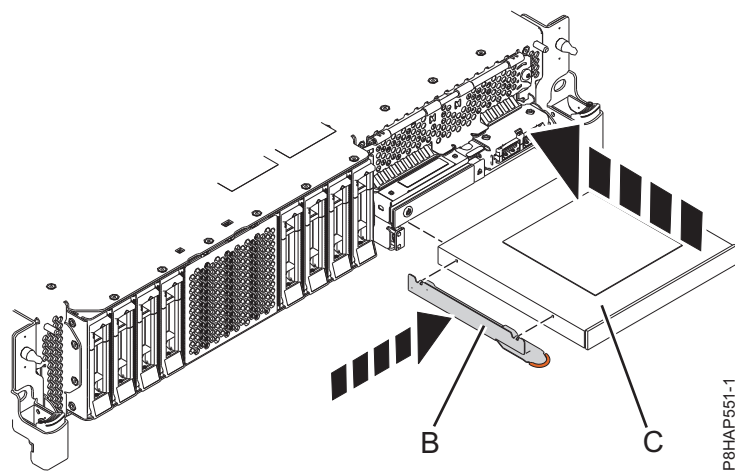
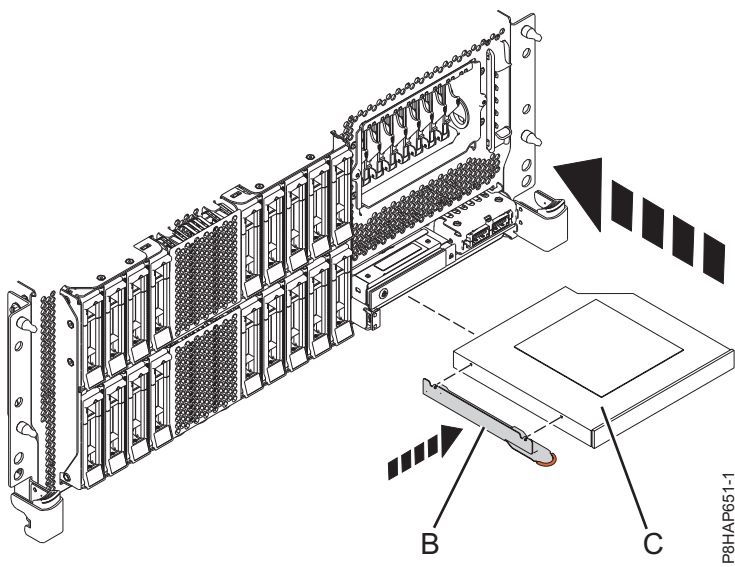
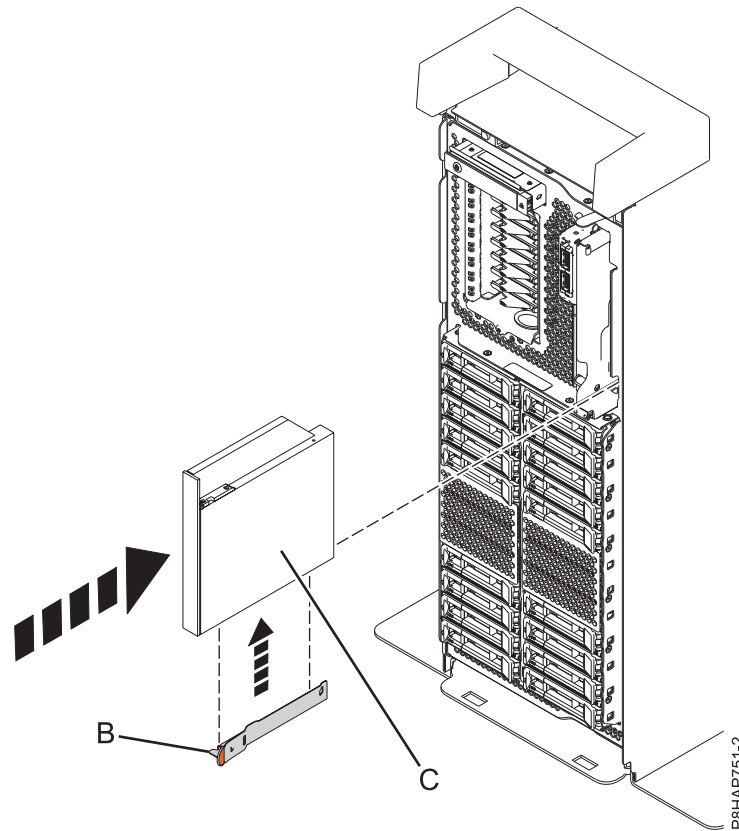

Figura 34. Sustitución de un dispositivo de soporte extraplano en un sistema 8284-21A o 8284-22A
Figura 35. Sustitución de un dispositivo de soporte extraplano en un sistema 8286-41A o 8286-42A montado en bastidor
Figura 36. Sustitución de un dispositivo de soporte extraplano en un sistema autónomo
5. Recupere la abrazadera de retención (B) que ha extraído del dispositivo de soporte extraplano anómalo.
6. Conecte la abrazadera de retención (B) al nuevo dispositivo de soporte extraplano, como se muestra en la Figura 34 en la página 44 para un sistema 8284-21A o 8284-22A; la Figura 35 en la página 44 para un sistema 8286-41A o 8286-42A montado en bastidor; o la Figura 36 en la página 45 para un sistema 8286-41A autónomo.
7. Alinee el dispositivo de soporte extraplano (C) con la bahía de soporte y aguante la parte inferior del dispositivo mientras lo desliza hasta la mitad en el sistema.
Para un sistema 8284-21A o 8284-22A, consulte la Figura 34 en la página 44; para un sistema 8286-41A o 8286-42A montado en bastidor, consulte la Figura 35 en la página 44; o bien, para un sistema 8286-41A autónomo, consulte la Figura 36 en la página 45.